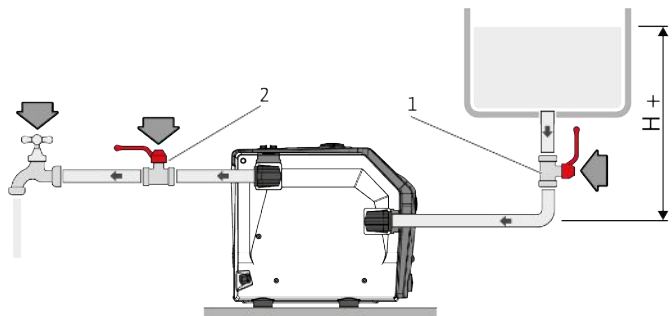

Fig. 9: Obratovanje pod obremenitvijo
- Izdelek napolnite z vodo (prib. 1,5 l), dokler voda ne začne iztekati iz odprtine za odzračevanje (Fig. 9).